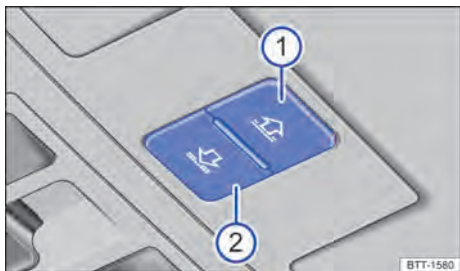

Fig. 80 En el revestimiento interno del techo: teclas para operar la cortina de protección solar.
Las teclas → fig. 80 ① y ② tiene dos niveles. Al presionar las teclas hasta el primer nivel, puede abrir o cerrar la cortina de protección solar total o parcialmente.
- Antes de que pasen unos 5 segundos desde la activación de la función antiaprisionamiento, presione la tecla → fig. 80 ② hasta que la cortina se cierre por completo.